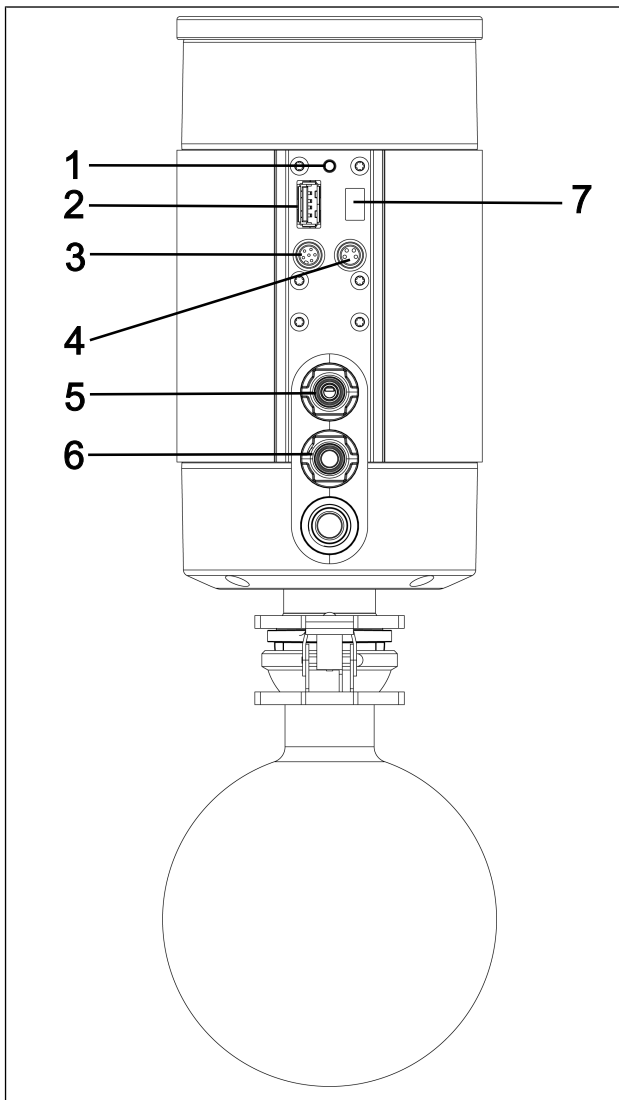

Abb.23: Abscheider SC
Wird am Vakuumsystem die Paging-Taste (Abb. 23/1) ca. 5 Sekunden lang gedrückt, antwortet das Handterminal auf die Paging-Taste des Vakuumsystems mit einem Signalton (siehe Kapitel 9.2.2 *Bedienung ohne Handterminal* [► 73]).
3. Drücken Sie an der Pumpe die Pairing-Taste (Abb. 23/1) ca. 10 Sekunden lang.
Bei abgenommenem Handterminal kann folgende Aktion direkt am Vakuumsystem vorgenommen werden (Abb. 23):